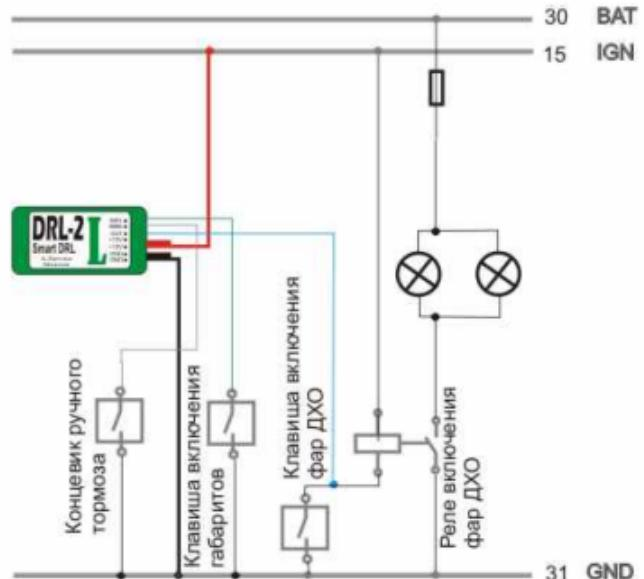

Рис. 2. Подключение DRL-2-L с управлением силовым реле «Реле включения фар ДХО» подачей «минуса» («массы»)
2. **Вариант «L».** При подаче на вход «+12В» напряжения «+12В Зажигание» (напряжение должно подаваться только при включенном зажигании) контроллер переходит в режим ожидания пуска двигателя и, определив пуск и выдержав заданную задержку, соединяет выход «OUT» с «массой» (GND) для включения внешнего реле, включающего фары ДХО. Вход «IN PL» позволяет: выключить ДХО (подключением этого входа к «массе» (GND)), вход «IN BK» - выключить ДХО при поднятом рычаге ручного тормоза (подключением этого входа к «массе» (GND)). (См. Рис.2).